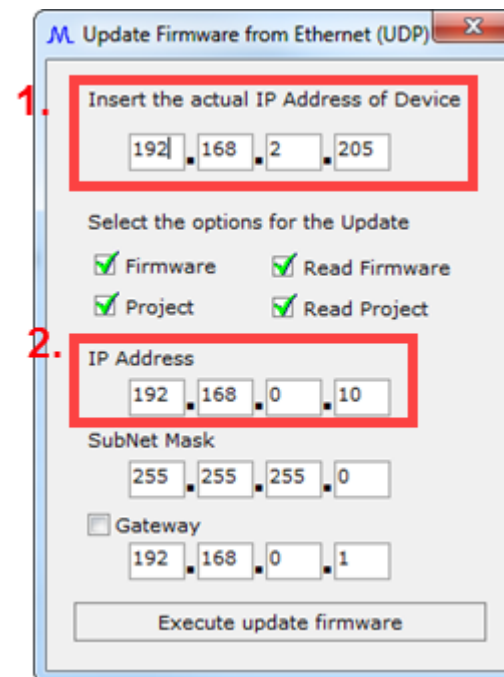

Abb. 11: Geräteupdate über Ethernet
- ➔ Wählen Sie aus, welche Operationen Sie durchführen wollen. (siehe Abb. 11).